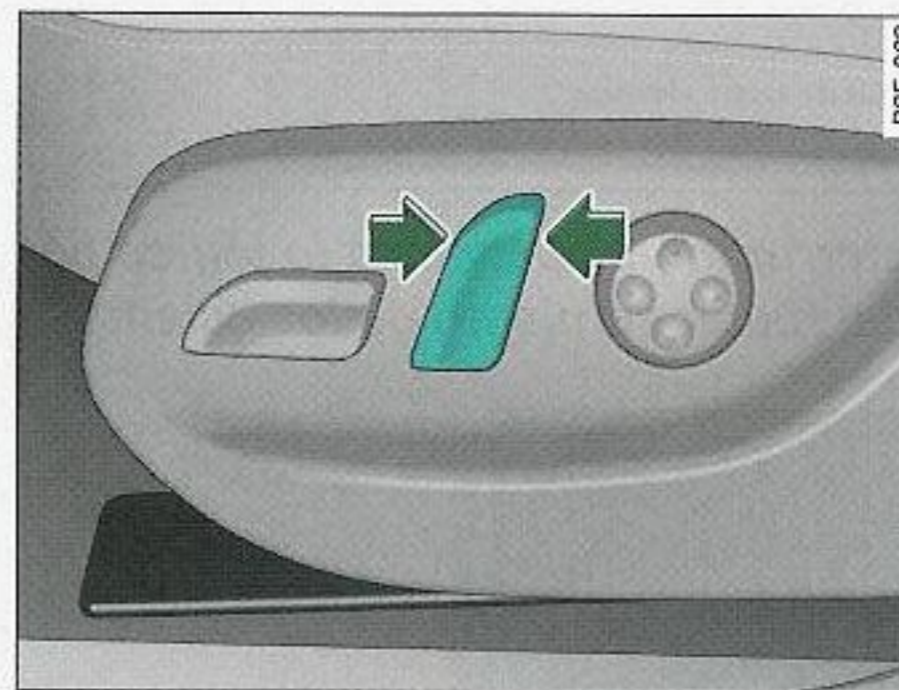

Fig. 86 Asiento delantero: Mando para la inclinación del respaldo
- Desplace el mando hacia adelante o hacia atrás en la dirección de la flecha ⇒ fig. 86 para ajustar la inclinación del respaldo ⇒ ⚠.